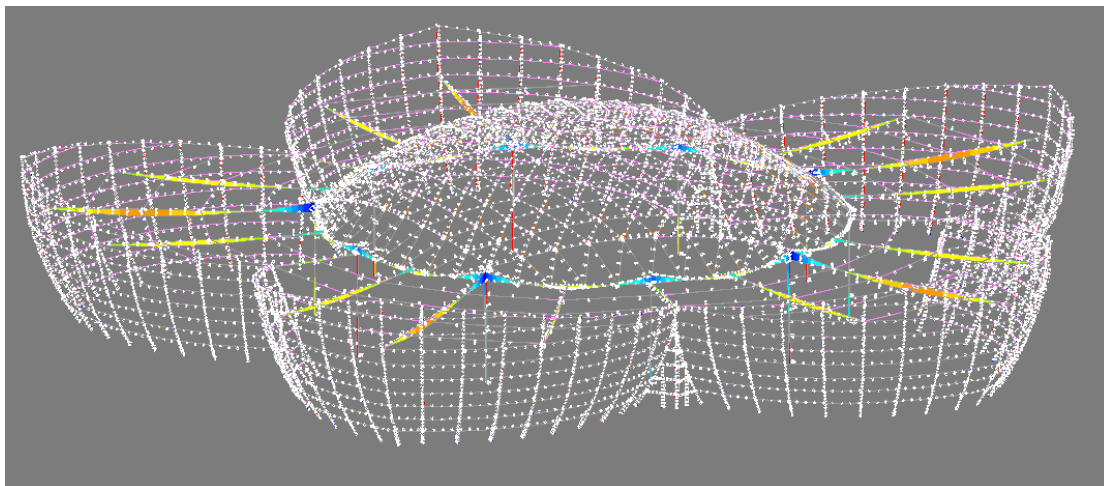

图 12. Archi 里面的模型验算情况
11. 如图 12，进入 Archi 可以查看构件验算情况。